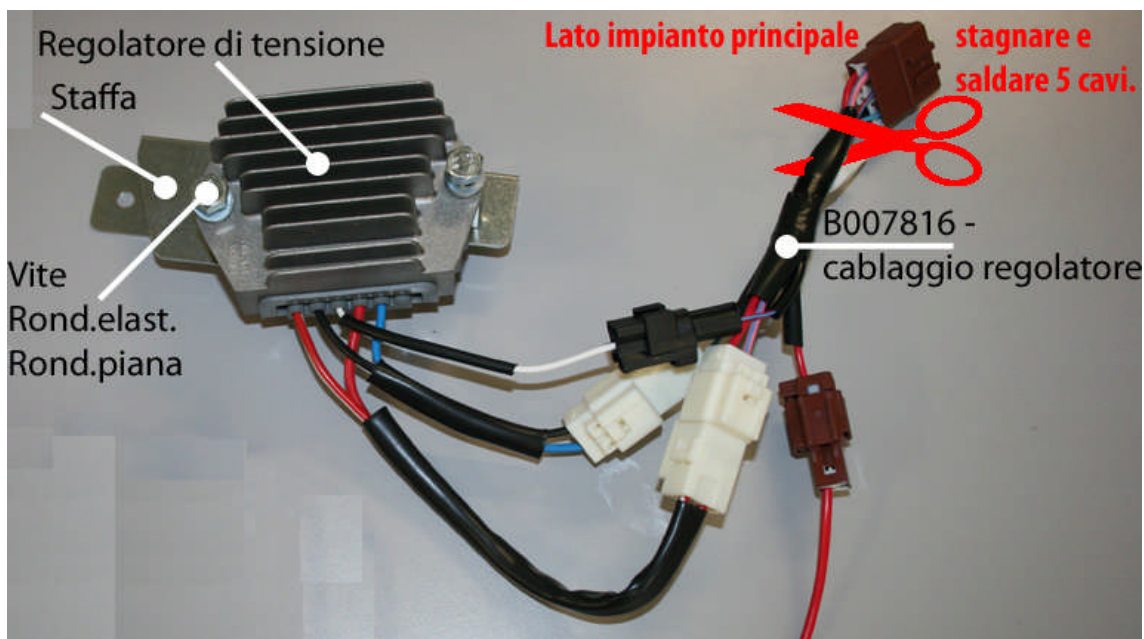

FIGURA 3 – Operazione di taglio
- 1) Tagliare il connettore della briglia B007816 (vedi Figura 3), ottenendo così i 5 cavi: **D-** (nero); **DF** (celeste); **Lamp** (Rosso/Celeste); **B+** (Rosso); **D+** (Rosa/Celeste);